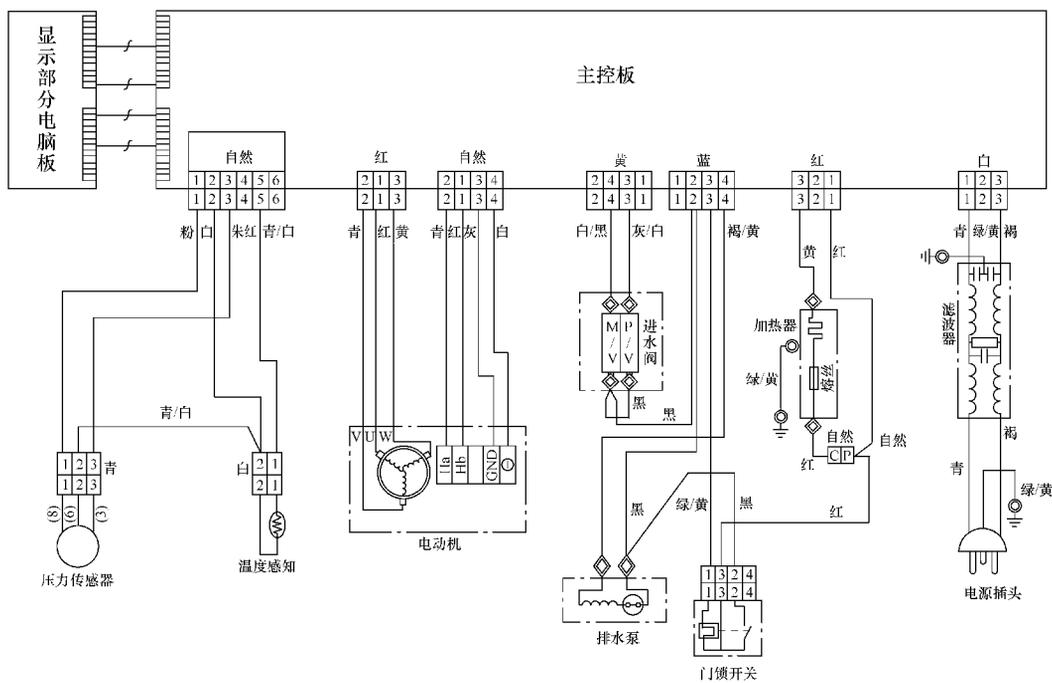

图 6-15 LG WD - N12139D 型滚筒式洗衣机电路
**【附注】** LG WD - N12139D 型滚筒式洗衣机电路如图 6-15 所示。